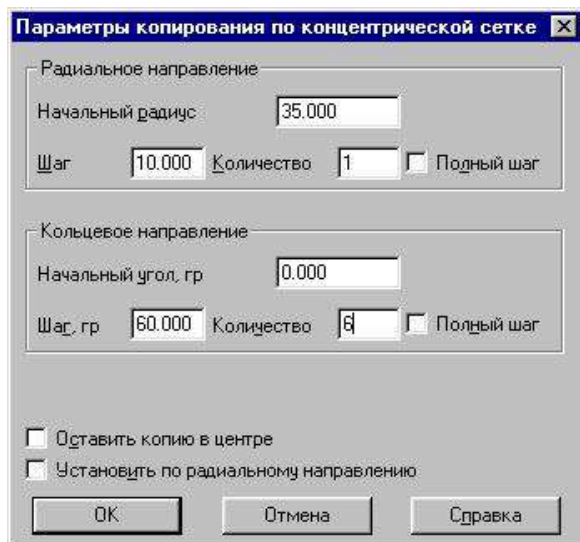

Рисунок 5.5 – Параметры копіювання по концентричній сітці
На рис. 5.5 показано діалогове вікно «Параметры копирования» по концентричній сітці, що викликається кнопкою «Параметры концентрической сетки».
- зазначити базову точку виділеного елемента (центр окружності). 4. Викликати кнопку «Параметры концентрической сетки» діалогове вікно і встановити необхідні значення (відповідно до рис. 5.5).